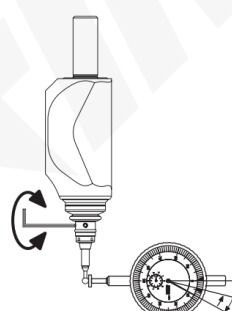

Abb. 5
- Drehen Sie die Spindel mit dem 3D-Tester um weitere 180°, sodass die Messuhr nun die Abweichung der Y-Achse anzeigt. (Wie in Abbildung 5 dargestellt, beträgt der Messwert 0,08 mm.)